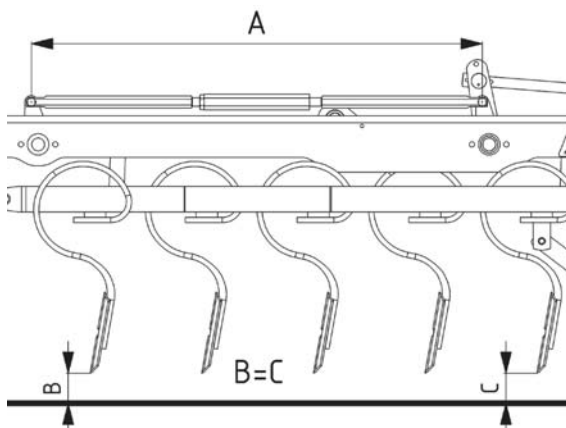

Fig. 17 Justering af tandsektionen – kontrolmål
- vha. en nøgle (2) justeres tandsektionens position ved at ændre målet „A” til det rette moment, hvor målene „B” og „C” er lig med hinanden (Fig. 17)